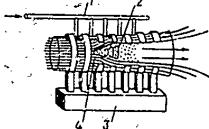

Рис. 3. Импульсный двигатель.
На рис. 3 показана схема импульсного двигателя с бегущим магнитным полем. В этом двигателе плазма ускоряется под действием магнитного «спириня», образованного последовательными разрывами серии конденсаторов на индукционные катушки, расположенные на линии двигателя. Работает он в такой по следовательности. С помощью специального устройства (1) плазма вводится в сопло. Серия конденсаторов с индукционными катушками (3) создает внутри сопла бегущее магнитное поле, так называемое магнит-